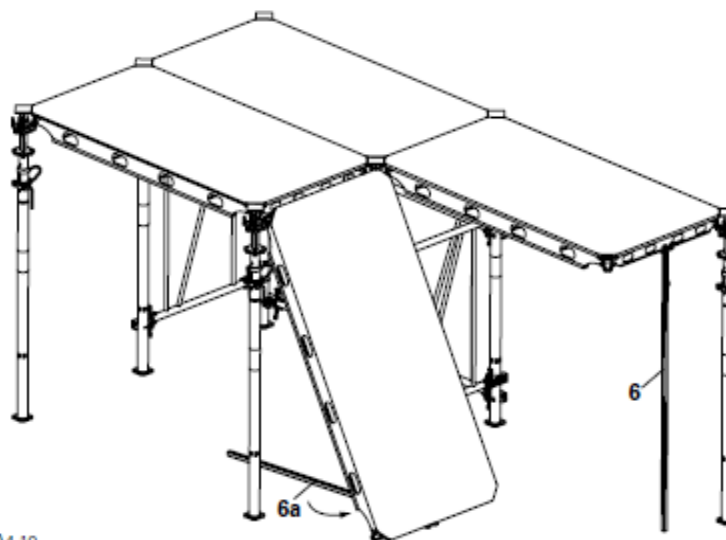

Fig. A4.10
4. Prender e rodar o próximo painel (conforme mostrado nos passos 1 e 2) com um auxiliar de cofragem adicional (6a). (Fig. A4.10)